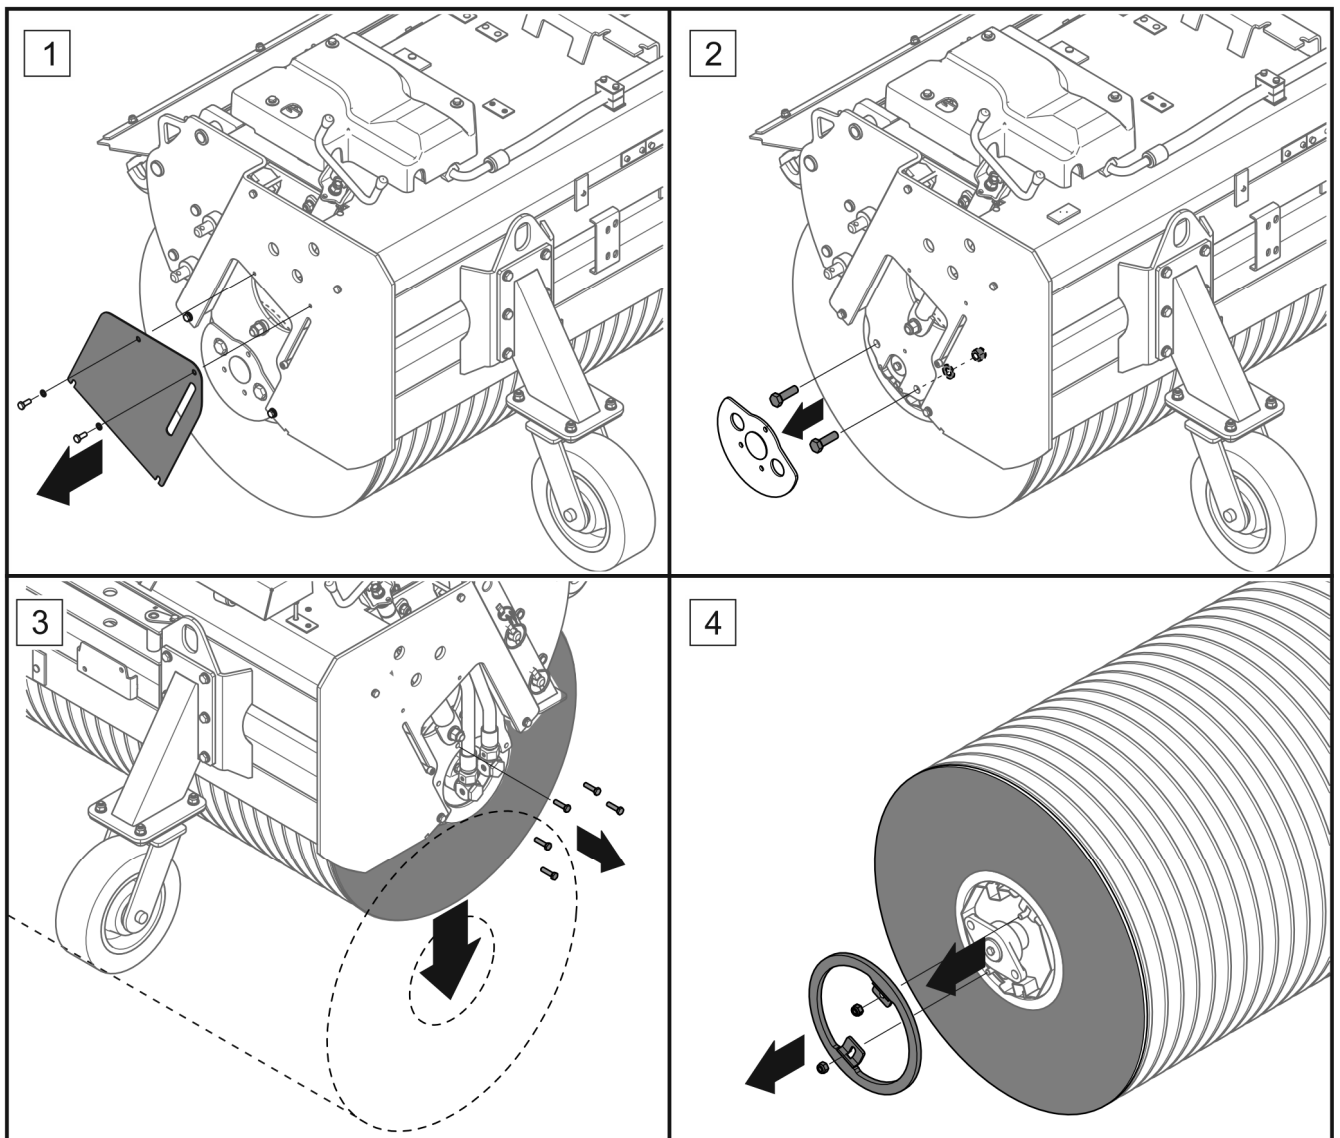

ABBILDUNG 5.7 Auswechseln der Kehrwalze
Wenn die Lagerbaugruppe (2) auf der linken Seite der Maschine und die Befestigungsschrauben (3) der Welle mit dem Hebemechanismus (ABBILDUNG 5.7) abgeschraubt werden, kann die Kehrwalze herunterfallen.
Um die Kehrwalze auszuwechseln (ABBILDUNG 5.7), ist wie folgt vorzugehen: